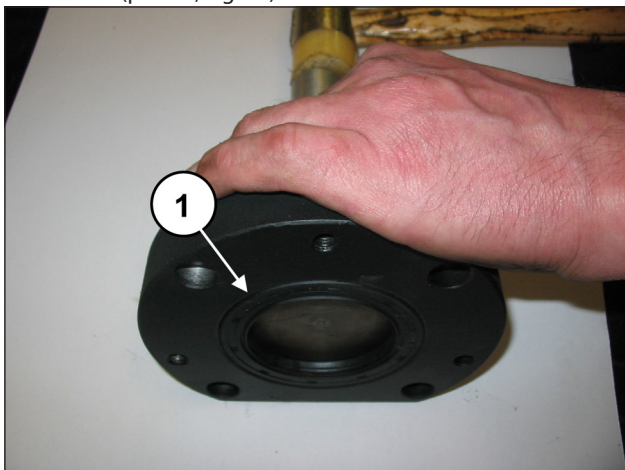
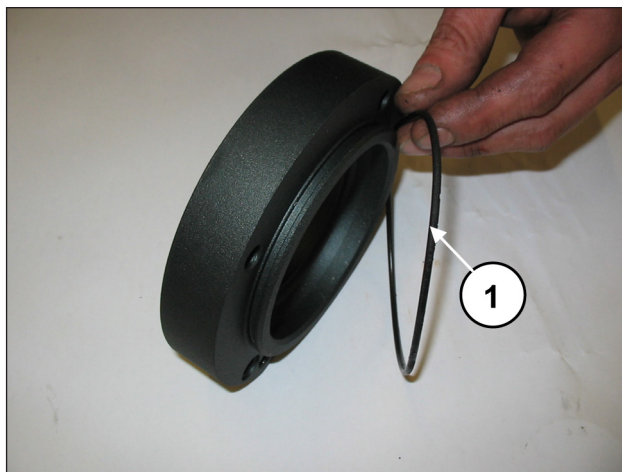
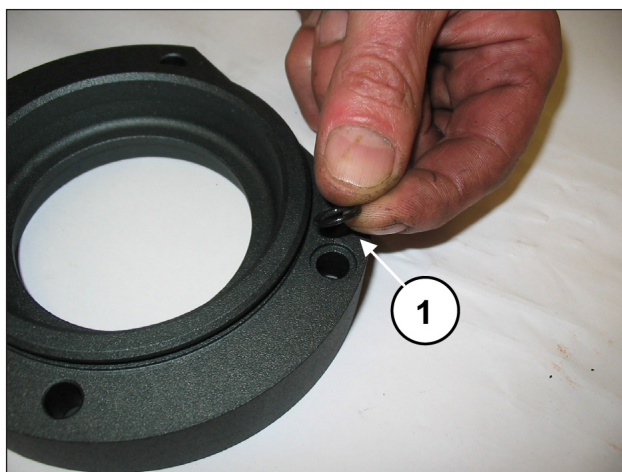

Fig. 29
Fig. 30
Fig. 31
Extraer la anilla de retención radial (pos. ①, Fig. 29), la junta tórica externa (pos. ①, Fig. 30) y la junta tórica del orificio de lubricación (pos. ①, Fig. 31).